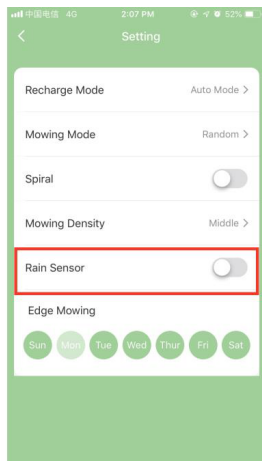

Fig. 18
- Sensore pioggia: attivare spostando a destra il selettore (Fig. 18)